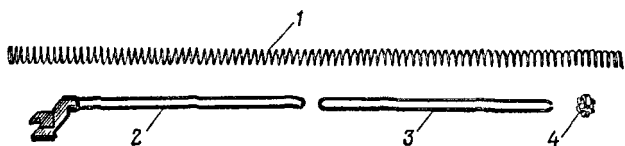

Рис. 39. Возвратный механизм:
19. Возвратный механизм (рис. 39) служит для возвращения затворной рамы с затвором в переднее положение. Он состоит из возвратной пружины, направляющего стержня, подвижного стержня и муфты.